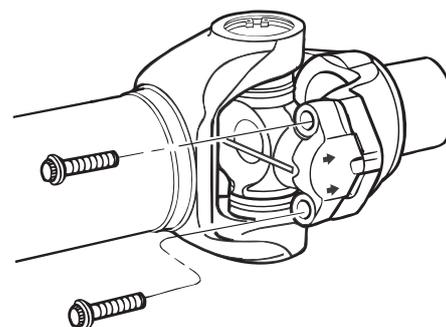

Figura 4.2
3. Remova os parafusos. Figura 4.2.